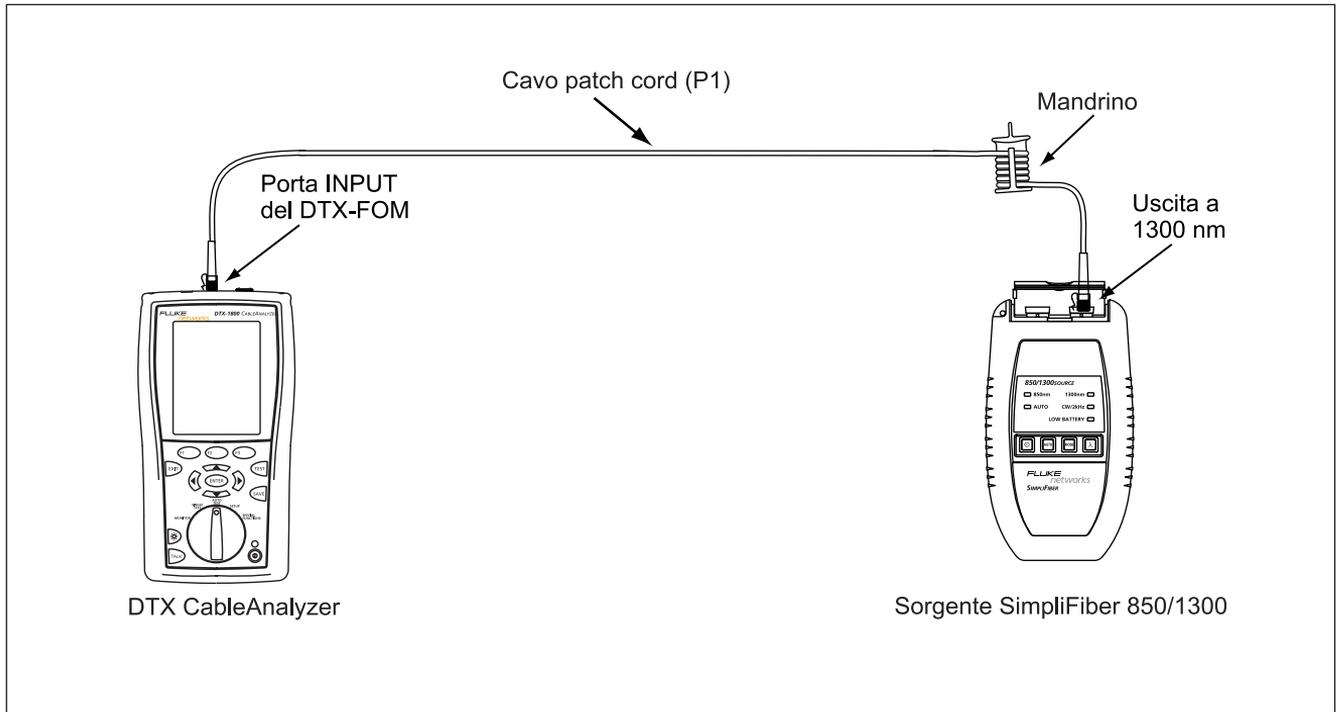

Figura 14. Collegamento di un cavo patch cord sicuramente in buone condizioni
4. Collegare un'estremità del cavo P1 alla sorgente SimpliFiber 850/1300 Source e l'altra estremità alla porta **INPUT** del DTX-FOM (fare riferimento alla Figura 14).